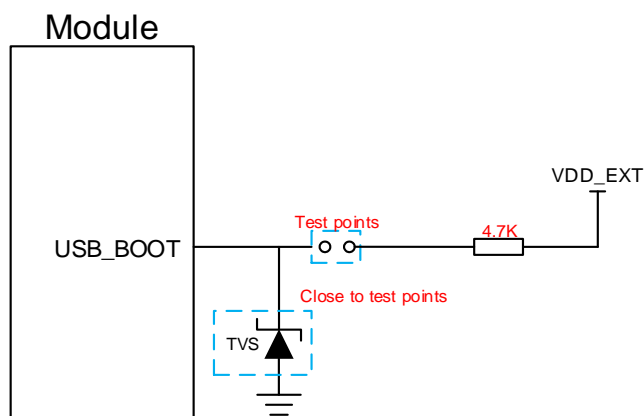

图 31：USB_BOOT 接口参考设计电路
2. 使用 MCU 控制模块进入强制下载模式时按照如上时序图进行控制，在给模块 VBAT 上电前不建议上拉 USB_BOOT 到 1.8V；手动强制下载方式按照图 31 所示短接测试点即可。